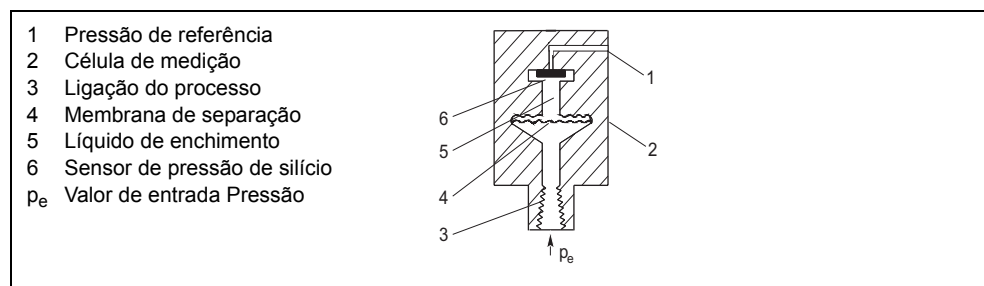

Figura 6 Célula de medição da pressão, plano de funcionamento
A pressão p_e entra na célula de medição (2) através da ligação do processo (3, Figura 6, pág. 18). Além disso, ela é transmitida ao sensor de pressão de silício (6) por meio da membrana de separação (4) e do líquido de enchimento (5) e, deste modo, activa a membrana de medição. Consequentemente, quatro resistências piezo com ligação em ponte, colocadas na membrana de medição, alteram os seus valores de resistência. A alteração da resistência causa uma tensão de saída na ponte que é proporcional à pressão de entrada.